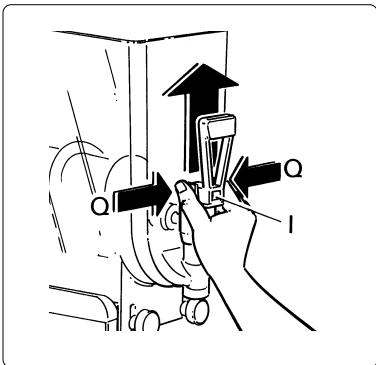

Abb. 12
- gleichzeitig die beiden Sperrrippen (Q) drücken und den Hahn (I) anheben, um ihn aus seinem Sitz zu ziehen (siehe Abb. 12).